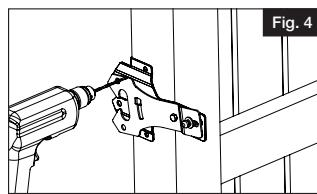

Fig. 4
- a. Taladre agujeros guía de 7/32" en el poste para la ubicación del cerrojo (Fig. 4).